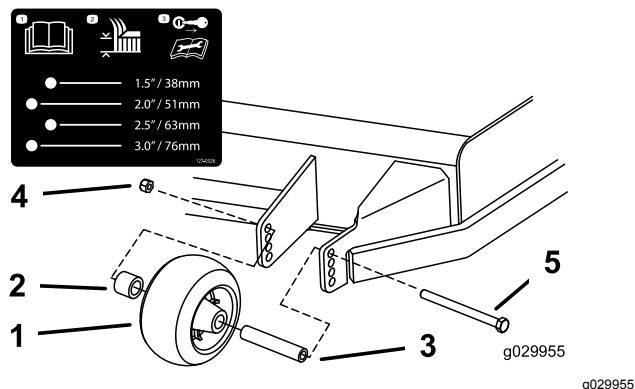
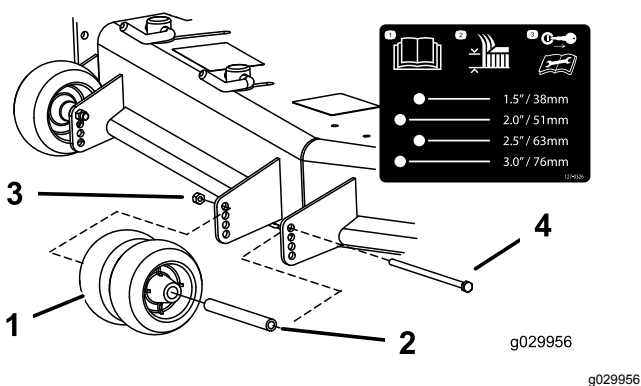
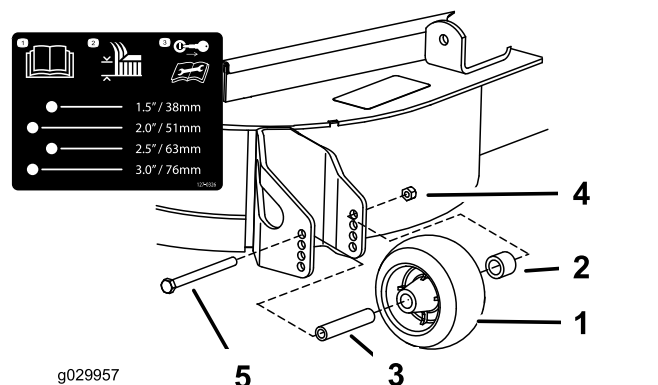

Figure 29
Figure 30
Figure 31
- Régalez les galets anti-scalp comme montré à la Figure 29, la Figure 30 et la Figure 31.